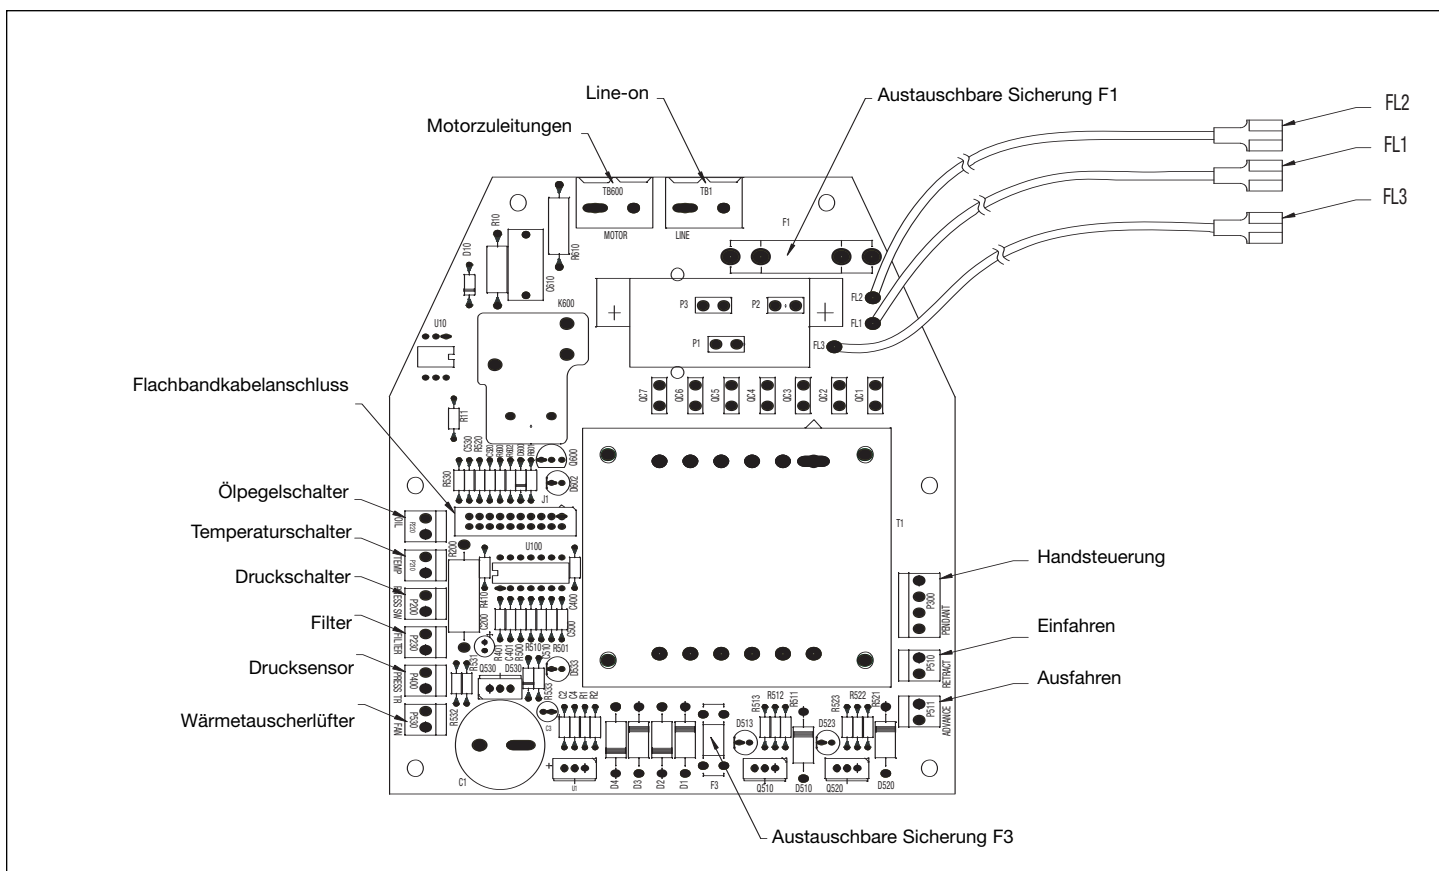

Abb. 12, Konfiguration der elektrischen Stromplatine
Der Drucksensor, Wärmetauscher, Druckschalter, Handsteuerungs-/Fußschalter und die Magnetventile (A) und (B) werden mit Anschlüssen geliefert, die in die entsprechenden Buchsen auf der elektrischen Stromplatine gesteckt werden können (Abb. 12).
Trennen Sie das Gerät von der Stromversorgung, bevor Sie das Gehäuse öffnen. Entfernen Sie die LCD-Gehäusehaelfte halb und einen kleinen Abdeckstopfen vom Frontblech. Verlegen Sie den Draht durch das Frontblech, schließen Sie die Stromplatine an (siehe Abb. 12) und befestigen Sie die Zugentlastung. Montieren Sie LCD-Gehäusehaelfte.
Trennen Sie das Gerät von der Stromversorgung, bevor Sie das Gehäuse öffnen. Entfernen Sie das LCD-Gehäuse halb und einen kleinen Abdeckstopfen von der vorderen Klemme. Verlegen Sie den Draht des Druckschalters durch die vordere Klemme, schließen Sie die Stromplatine an (siehe Abb. 12) und befestigen Sie die Zulentlastung.